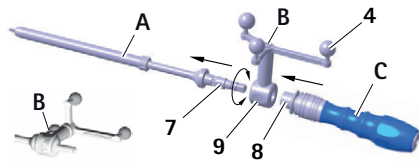

Fig. 6 Montage de l'instrument unité en étoile de référence ("pré-calibré") et de la poignée S⁴C sur le taraud S⁴C
- Relâcher la douille de verrouillage 8, voir Fig. 6.